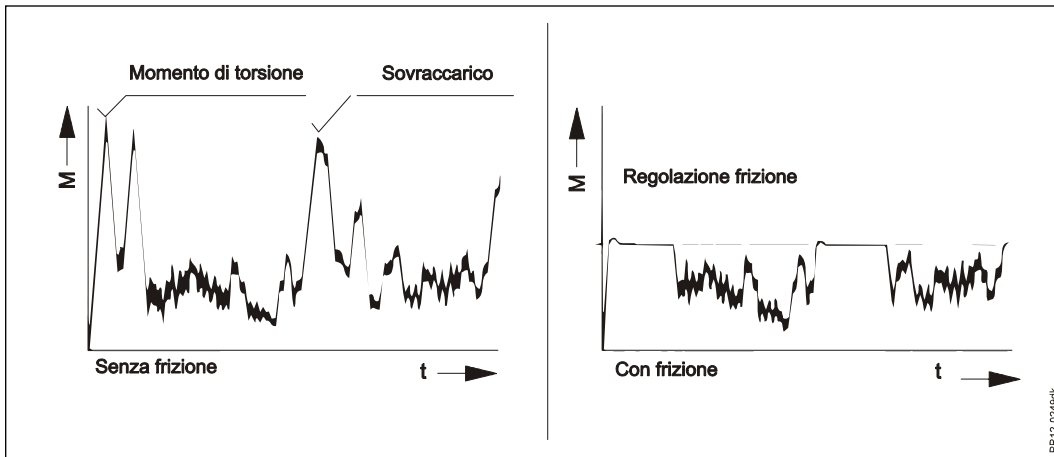

Fig. 5-2
**Fig. 5-2** La figura illustra come il gruppo protegge la trasmissione contro le elevate forze di torsione ed allo stesso tempo è capace di trasmettere il movimento mentre è in funzione.